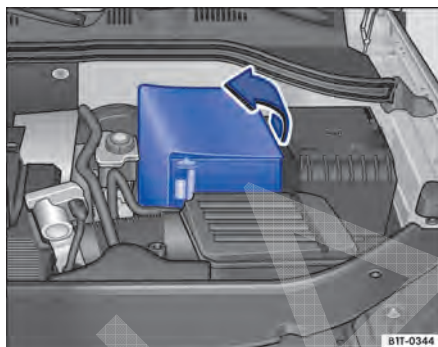

Fig. 228 No compartimento do motor: rebater a tampa da bateria do veículo (versão 2).
- *Com uma guarnição*: rebater a cobertura para fora no sentido da seta ⇒ Fig. 228.